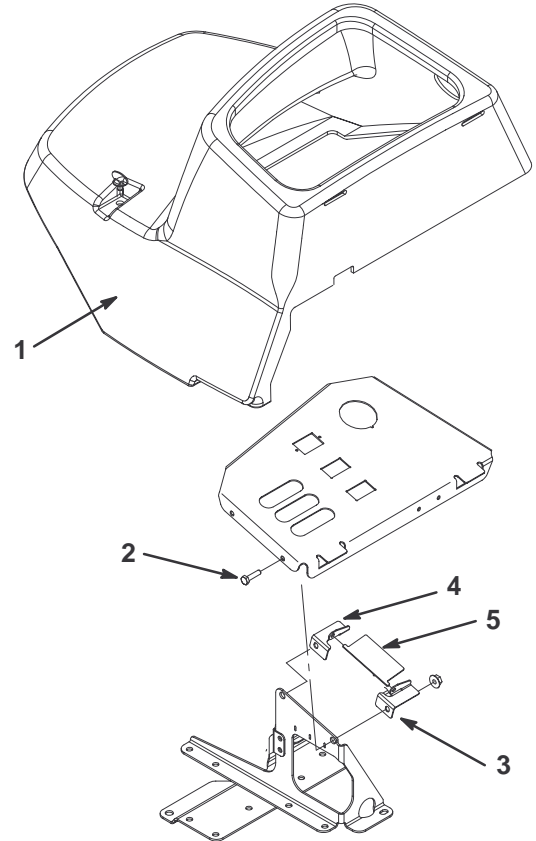

Bild 1
1. Drehen Sie die Riegel und nehmen Sie die Armaturenbrettabdeckung ab (Bild 1).
2. Suchen Sie unter der Vorderseite des Armaturenbretts die Enden der Kopfschrauben, mit denen das Armaturenbrett am Chassis befestigt ist (Bild 1).
3. Schieben Sie die linke Riegelhalterung durch den Hubhebelschlitz auf die Kopfschraube. Schrauben Sie sie leicht mit einer 1/4–20 Bundmutter fest (Bild 1).
4. Schieben Sie die rechte Riegelhalterung durch den Hubhebelschlitz auf die Kopfschraube. Schrauben Sie sie leicht mit einer 1/4–20 Bundmutter fest (Bild 1).
5. Schieben Sie oben auf dem Armaturenbrett jedes Ende des Hubriegels in die Löcher in den Riegelhalterungen (Bild 1). Ziehen Sie die Bundmuttern fest.